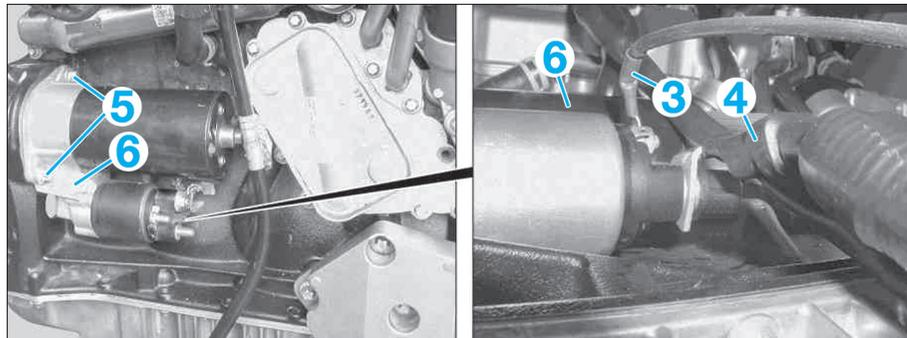

FIG. 9
- Déposer les faisceaux électriques (3) et (4) (**Fig.9**).
- Déposer les vis (5).
- Sortir le démarreur (6) pas le bas.